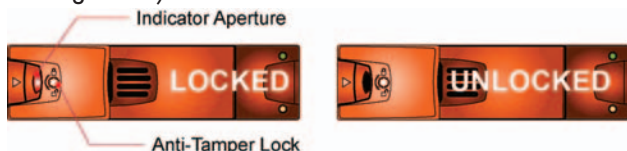

Figura 17: Bloqueio anti-violação de unidades
4. O pé de came na base do suporte será prendido numa ranhura da estrutura. Continue a empurrar firmemente até que a pega fique totalmente presa. Deverá ouvir um estalido quando a patilha prender e segurar a pega fechada (*consulte a Figura 17*).